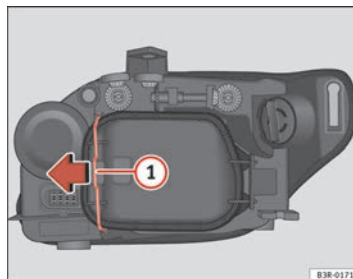

Fig. 196 Luz de posición (lado exterior vehículo)
- Desplace el tirante ⇒ **página 278, fig. 196 ①** en el sentido de la flecha y saque la tapa rígida separando primero el lado del tirante y sacando después las dos pestañas del extremo contrario de la tapa.